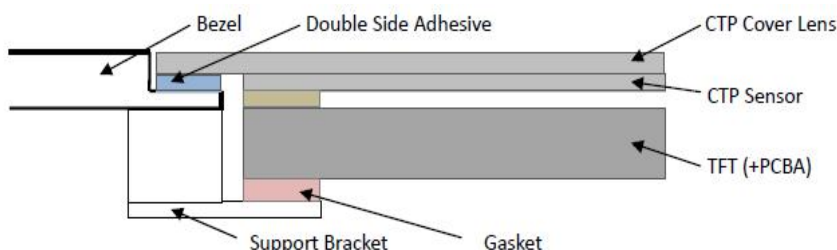

Figure 2
8.2 Surface Mounting (Figure 2)
8.2 嵌入安装（附图 2）